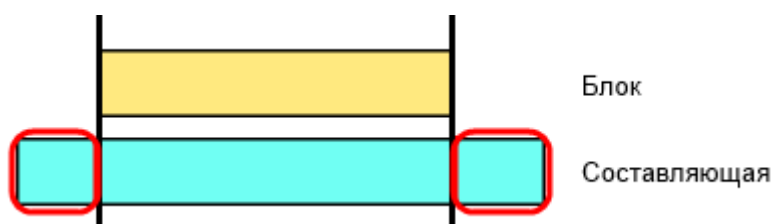

Рисунок 13.77 – Заявка на составляющую комплекса «Котлы, корпуса», ремонт которой начинается раньше, заканчивается позже ремонта блока
- ремонт составляющей начинается раньше ремонта блока, заканчивается позже ремонта блока (Рисунок 13.77), при этом: